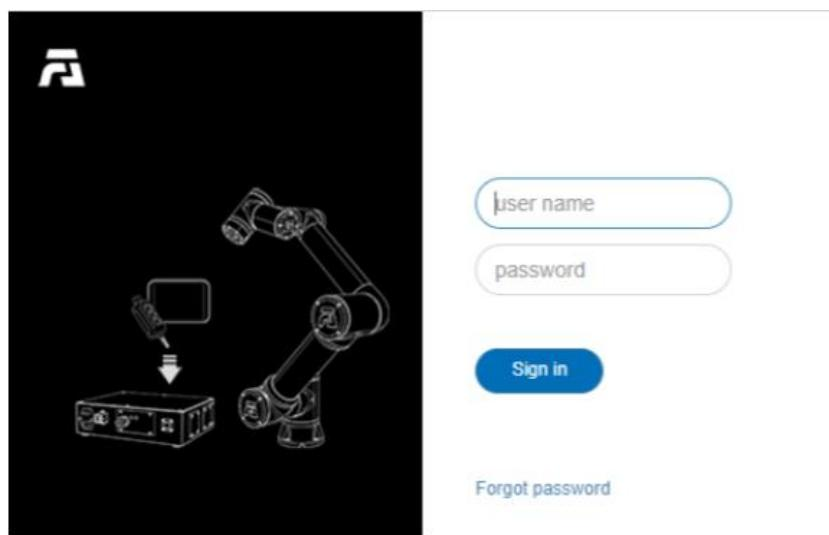

Figura 35. Interface de login.
3. Entre com “*user name*” e “*password*” e clique em “*Sign in*” (Figura 35);